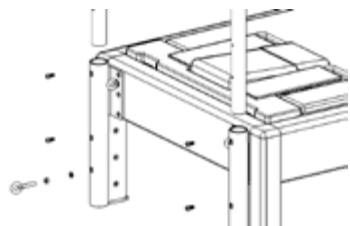

Figura 14
- Sacar de la caja los tubos de la torre junto con la barra de empuje. No cortar la atadura entre la barra de empuje y los tubos, ya que podrían oscilar al levantarlos y resultar peligroso. En la parte exterior de los dos tubos verticales hay (2) orificios roscados, que deben quedar orientados hacia el exterior de la máquina durante la instalación.
- Introducir los tubos en los soportes de la torre situados en el cabezal de la máquina, procurando que los orificios roscados queden orientados hacia el montador durante la instalación. Bajar los tubos con cuidado hasta el final de los soportes de la torre. No deben tocar el suelo. Ver la figura 14.
- Utilizar los (4) tornillos de 1/4 in 20 x 5/8 in de largo, para asegurar los tubos a los soportes. En algunos casos se deben levantar ligeramente los tubos para que queden alineados con los agujeros. Apretar todos los tornillos con la mano antes de fijarlos definitivamente. Utilizar una llave Allen de 5/32 in para apretar los tornillos (4) a los soportes. Una vez que están apretados, retirar la atadura y el envoltorio de la barra de empuje. Instalar los pernos de anilla de 2 1/2 in de largo junto con las tuercas y las arandelas de seguridad en los tubos insertados en los agujeros inferiores de los soportes. Asegurar que los pernos de anilla están alineados verticalmente durante el apriete.